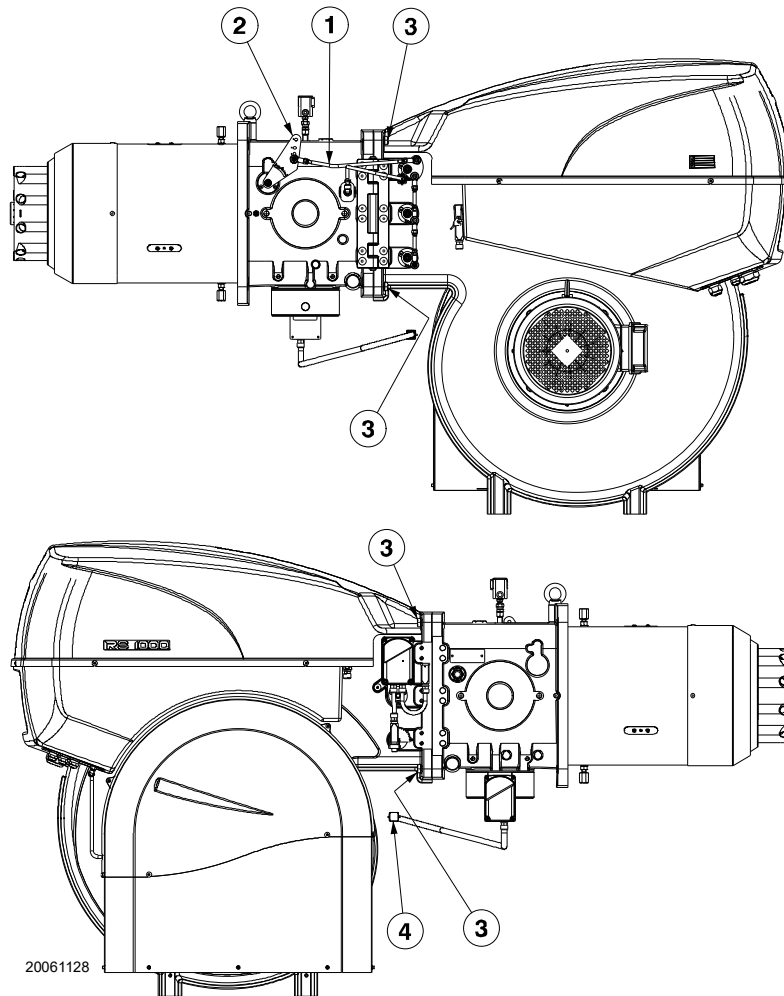

Fig. 32
- Aflojar la tuerca 2) y quitar el tirante 1)(Fig. 32) de la palanca de movimiento del cabezal;